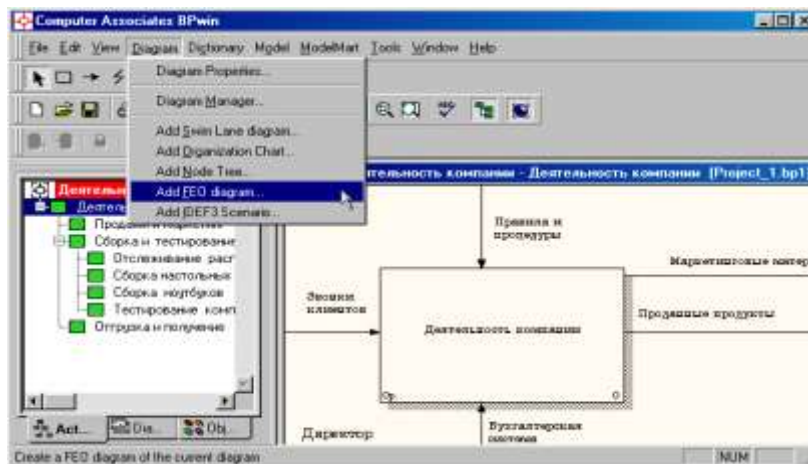

Рисунок 36 – Пункт главного меню **Diagram/Add FEO Diagram**
4.26 Выберите пункт главного меню **Diagram/Add FEO Diagram** (рисунок 36).